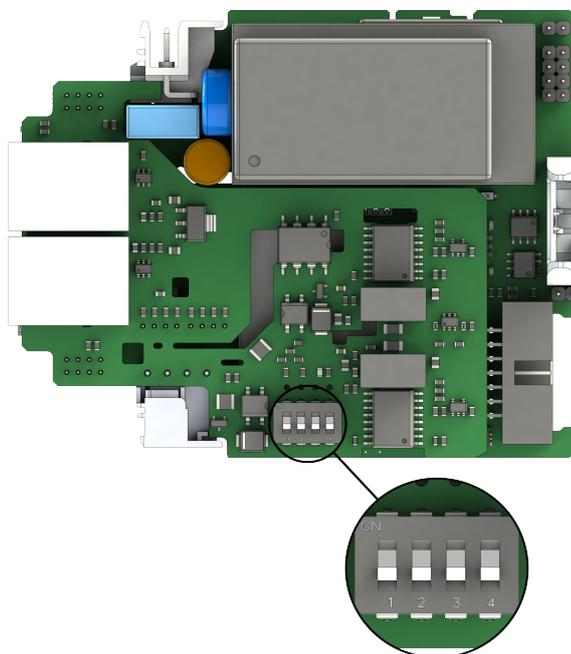

Рисунок 2.1 – Переключатели резисторов смещения
2.4.4 Для устройств MCU-AN2R(DN2R,xN2R)-х и MCU-ANRC(DNRC,xNRC)-х при необходимости подключить смещающие резисторы, необходимо перевести оба движка в положение «ON». Для отключения в положение «OFF» (Рисунок 2.1). По умолчанию он находится в положении «OFF».